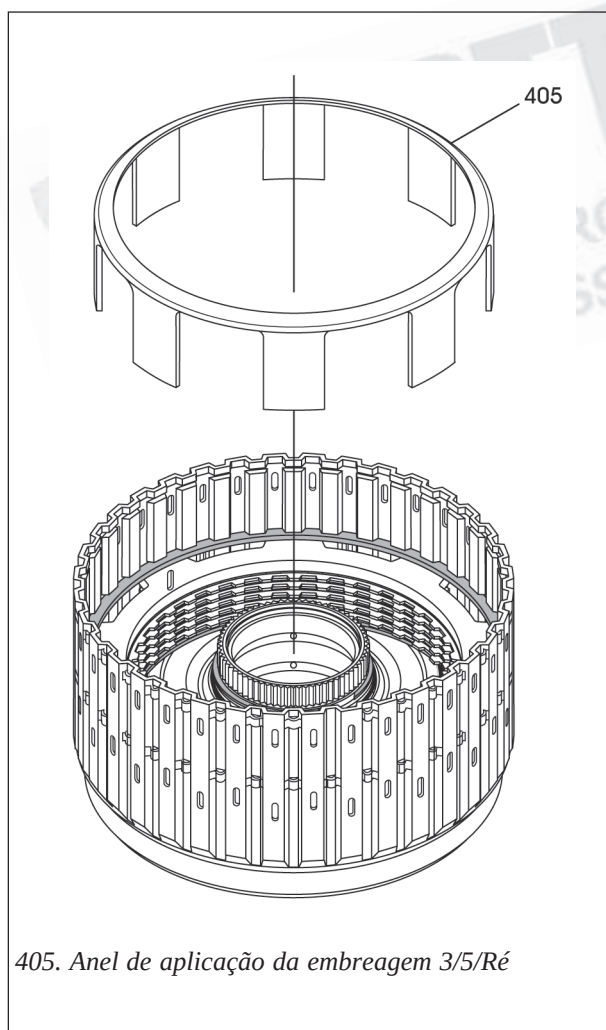

Figura 100
29. Instale o anel de aplicação da embreagem 3/5/Ré com as pontas voltadas para baixo entre a placa de reação da embreagem 1/2/3/4 e a carcaça, conforme mostra a figura 100.